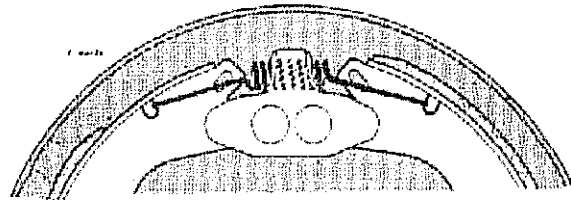

Fig. 328
- 4) Colocar las zapatas de freno en los platos. La zapata que lleva la cinta de freno más larga debe montarse siempre hacia adelante. Al montar ambas zapatas, cerciorarse que el resorte de retroceso inferior se encuentre correctamente enganchado tal como se muestra (Fig. 328) y colocar correctamente las zapatas en las grapas de enganche al plato de freno.